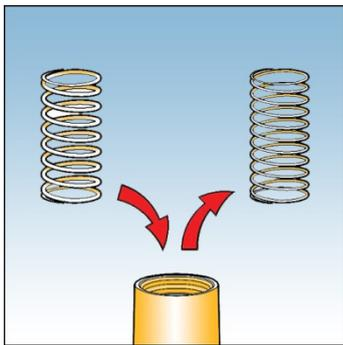

Fig. 9
34. Remova a mola e substitua pela nova. Veja Fig. 9.
41. Remova a mola e substitua pela nova. Veja Fig. 9.